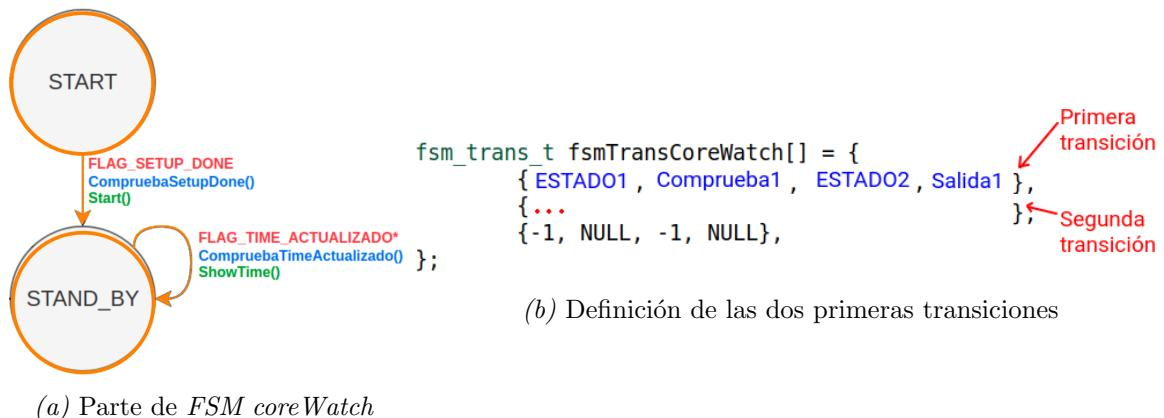

Figura 4.5: Primera aproximación funcional de la *FSM coreWatch*.
11. Defina la tabla de transiciones parcial `fsmTransCoreWatch` de la Figura 4.5. Puede hacerlo en la función `main`, como hizo con la del *reloj*, o fuera, como variable global¹.